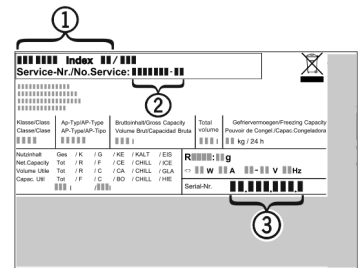

Fig. 11
- ▶ Gerätebezeichnung Fig. 11 (1), Service-Nr. Fig. 11 (2) und Serial-Nr. Fig. 11 (3) vom Typenschild ablesen. Das Typenschild befindet sich an der linken Geräteinnenseite.
- ▶ Den Kundendienst benachrichtigen und den Fehler, Gerätebezeichnung Fig. 11 (1), Service-Nr. Fig. 11 (2) und Serial-Nr. Fig. 11 (3) mitteilen.